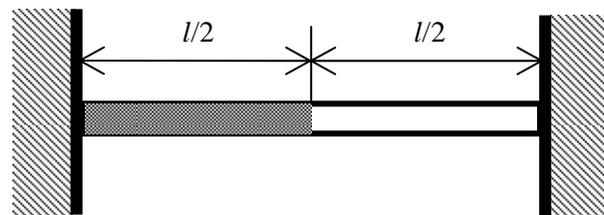

図 2
2. 長さ l で断面積 A の棒を、図 2 に示すように、剛体壁間に固定した。初期の状態では棒に応力は発生していない。棒の左半分だけを加熱し温度を ΔT 上昇させたときに棒に発生する熱応力を求めよ。棒のヤング率を E 、線膨張係数を α とせよ。